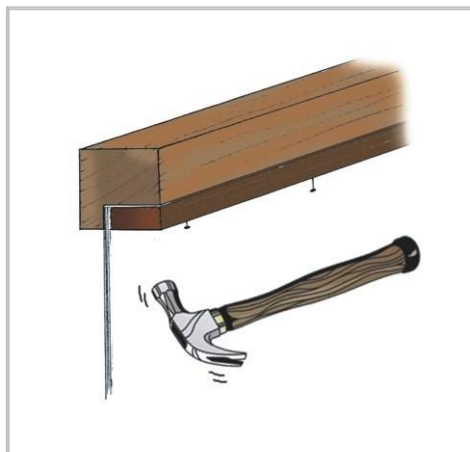

Fig. 3
3. Colocar nuevamente el junquillo utilizando clavos nuevos (Fig. 3).